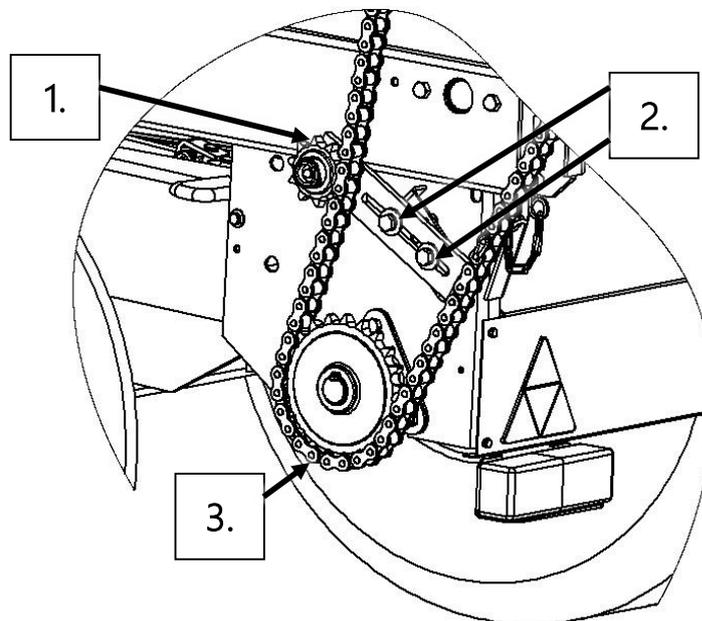
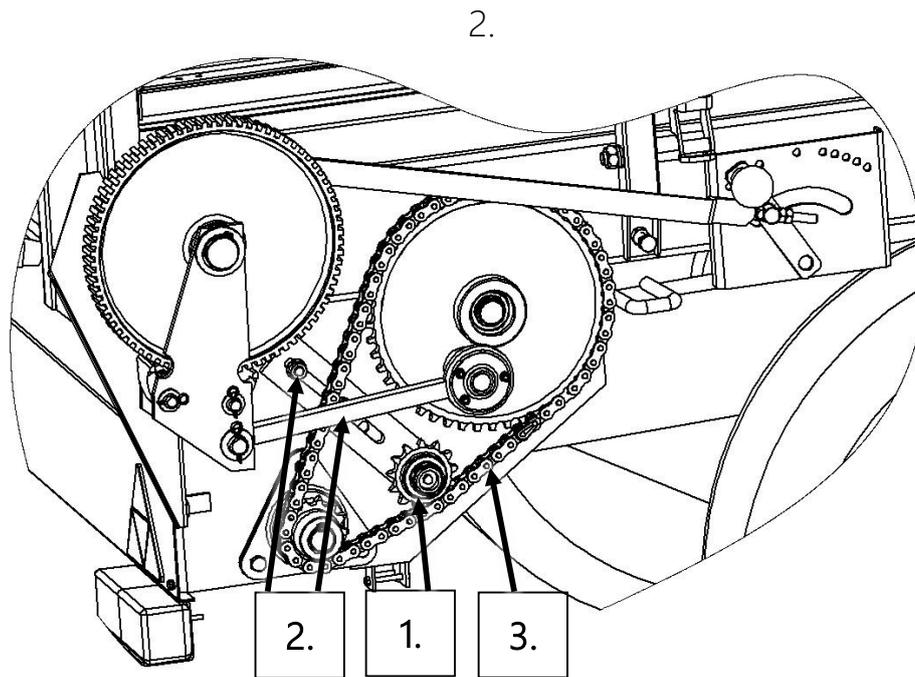

Abbildung 23. Antrieb des Streuaggregats
Abbildung 24. Kratzbodenantrieb
Zur Einstellung der Spannung der Antriebskette des Kratzbodens und des Streuaggregats dient die Spannvorrichtung (Pos. 1, Abb. 23 und 24). Das Spiel der Kette in der Mitte des Kettetrums muss 5-15 mm und am Antrieb des Streuaggregats 5-20 mm betragen.
- Die Einstellschrauben lösen. (Pos. 2, Abb. 23 und Abb. 24)
- Die Kettenspanner (Pos. 1, Abb. 23 und Abb. 24) in Richtung der Kette (Pos. 3, Abb. 23 und Abb. 24) verschieben, bis das richtige Spiel erreicht ist, und die Schrauben (Pos. 2, Abb. 23 und Abb. 24) wieder festziehen.